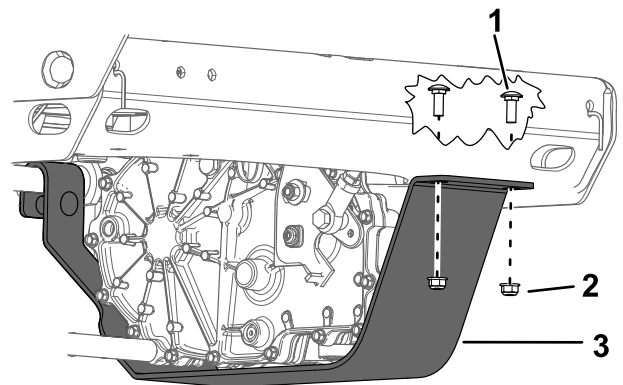

Figure 64
2. Boulon (2)
5. Retirez les 2 boulons et écrous des protections de la boîte-pont (Figure 64).
8. Faites pivoter les protections de la boîte-pont vers le haut et fixez-les en place avec 2 boulons et 2 écrous (Figure 64).